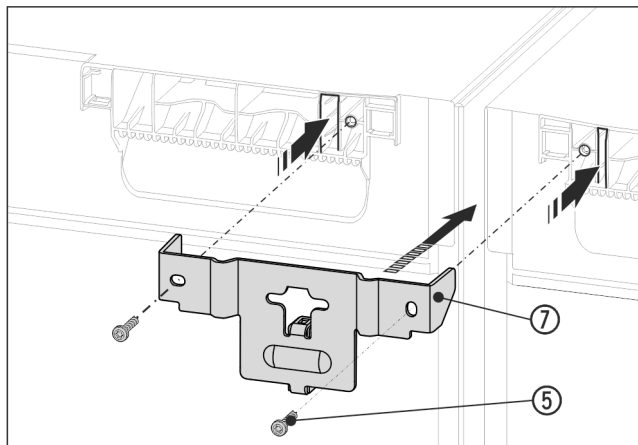

Fig. 16 Примерное отображение
- ▶ Надвиньте угол Fig. 16 (7) с помощью распорной детали между устройствами и накладками в крышку устройства. Прикрутите 2 винтами Fig. 16 (5).